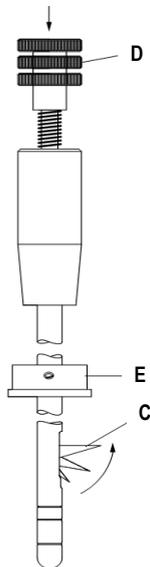

Abb.2
Kontrollieren Sie mit dem Zahn-Dämmstärken-Messgerät ZDMG (Abb.2) die tatsächliche Gesamthöhe der s.g. Befestigungshöhe und deren Übereinstimmung mit der Einstellung des ZHRD-R auf Modul 4,8. Führen Sie das ZDMG soweit in das vorbereitete Bohrloch ein, bis sich der noch nicht ausgeschwenkte Haken (C) mit Sicherheit unterhalb des Dachuntergrundes befindet, unter dem sich später der ZHRD-R auf Modul 4,8 auspreizen soll. Drücken Sie dann den federbelasteten Kopf (D) bis zum Anschlag und ziehen Sie das ZDMG soweit nach oben zurück, bis der Haken spürbar an der Unterseite des Verankerungsgrundes anstößt. Schieben Sie nun des roten Stellring (E) nach unten, bis dieser auf dem Dachaufbau aufliegt. Nach Druckentlastung des Knopfes, schwenkt der Haken (C) wieder ein und der ZDMG kann aus dem Bohrloch herausgezogen werden. Vergleichen Sie nun die festgestellte Befestigungshöhe mit den Einstellungen der ZHRD-R auf Modul 4,8 und nehmen Sie, falls erforderlich, eine Korrektur vor.